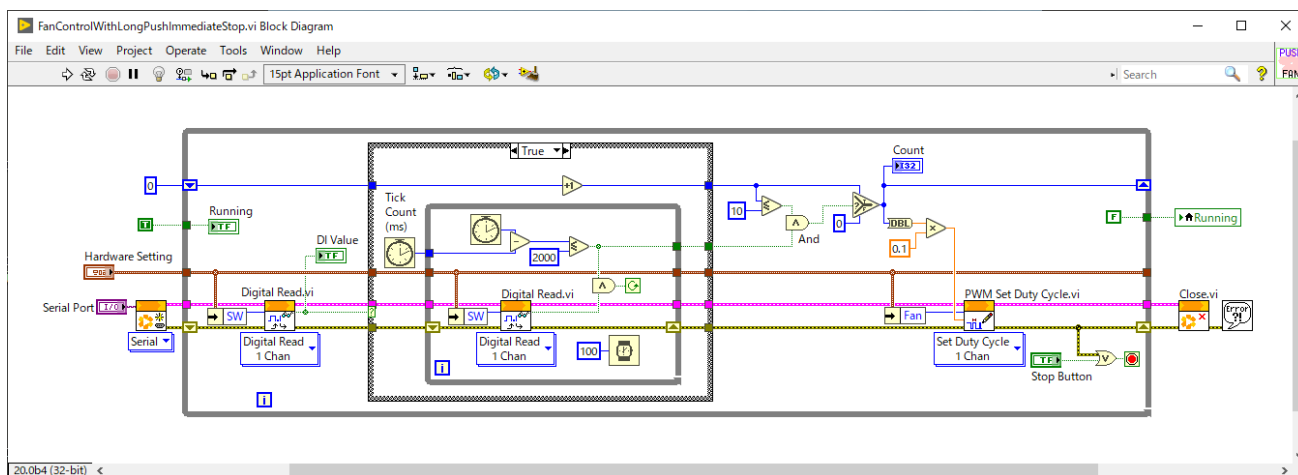

図 5-36 FanControlWithLongPushImmediateStop.vi
**FanControlWithLongPushImmediateStop.vi**（図5-36）はファンが停止するので一見良さそうなのですが、「Count」が「1」になります。**PWM Set Duty Cycle.vi**の実行が終わった後で、**Digital Read.vi**が**False**になるまでWhileループで待つ処理を入れれば正しく動作するようになりますので、さらに改造してみてください。